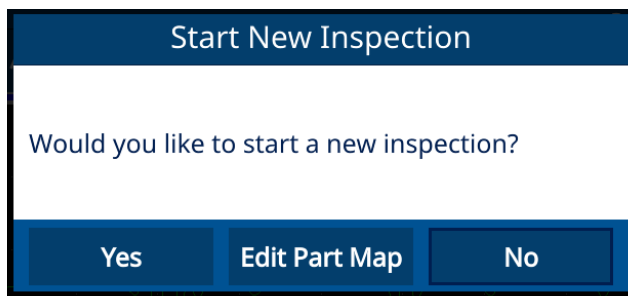

Figura 6-6 Início de uma nova inspeção
2. Selecione **Yes** (Sim) na janela pop-up **Start New Inspection** (Iniciar nova inspeção) (consulte Figura 6-6 na página 57).